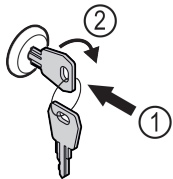

Fig. 110
- ▶ Iespiediet atslēgu Fig. 110 (1).
- ▶ Grieziet atslēgu par 90° pulksteņrādītāja virzienā Fig. 110 (2).